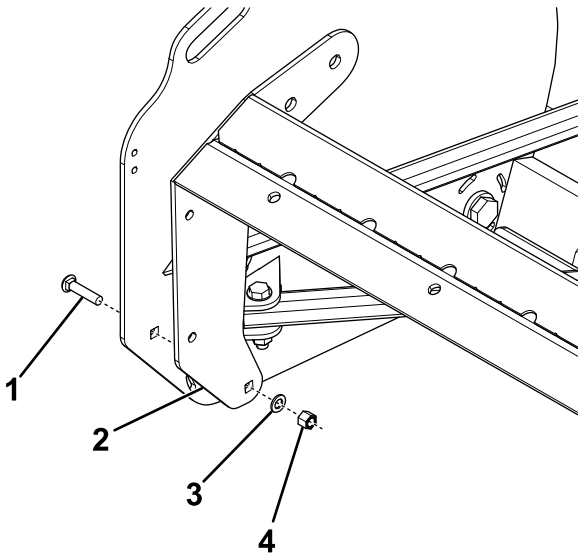

Figura 3
4. Gire la zapata de la pala para que no estorbe, y sujete la parte inferior de la sección de la cuchilla a la aleta de la pala usando un perno (1/2" x 2 1/4"), una arandela y una contratuerca (Figura 3).